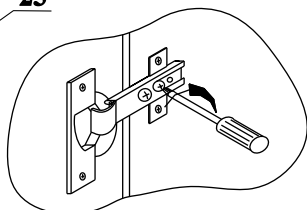

Рис.4
- Закрепить петли на ответных планках (рис.4);